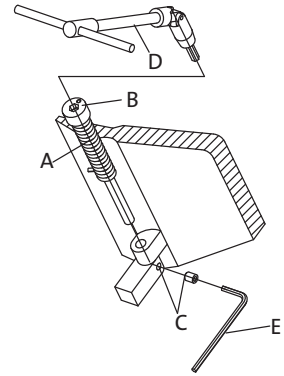

Fig 12
7.5 De voorkant demonteren/monteren (afb. 12)